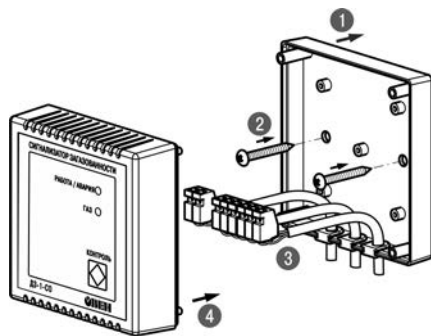

Рисунок 5.1 – Монтаж прибора
5.2 Монтаж прибора на объекте следует выполнять в следующем порядке (см. рисунок 5.1):